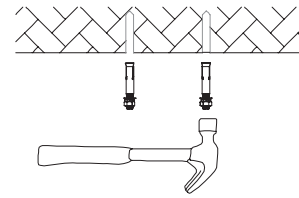

Fig. 4
2. Utiliser un marteau pour insérer la cheville d'ancrage dans le trou. (Fig. 4)
2. Fixer le réflecteur à l'aide des 4 vis fournies avec celui-ci. (Fig. 4)